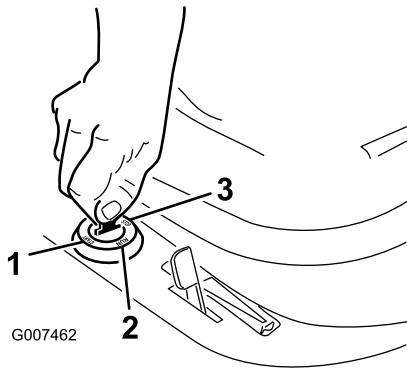

Figure 12
6. Tournez la clé de contact dans le sens des aiguilles d'une montre et maintenez-la en position de Démarrage (Figure 12). Relâchez la clé quand le moteur démarre.
2. Tournez la clé de contact à la position Contact coupé (Figure 12).